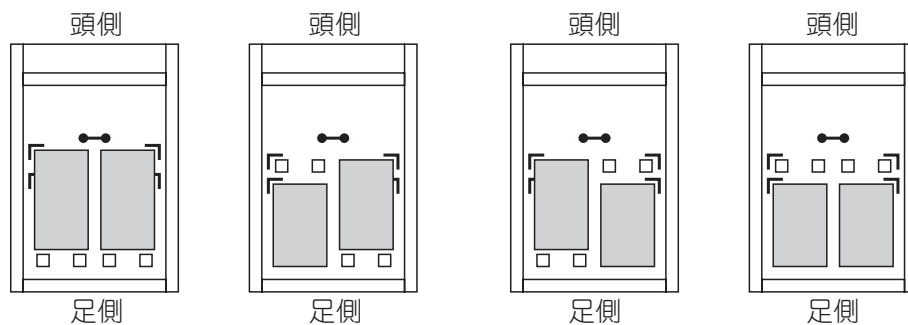

図5
- DL、WDL、QLサイズでは4通りのヒーター取り付け方法を選択できます。(図5)
5. ヒーターをリバーシブルベースのヒーター位置表示スタンプに合わせて設置し、四隅を上から押し付け、確実にヒーターをヒーターストッパーで固定します。(図4) (図5)